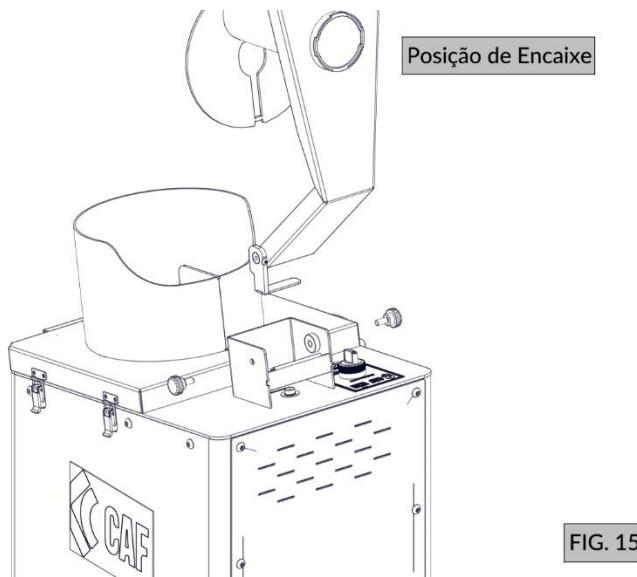

FIG. 15
6. Para montar novamente o processador, basta seguir a ordem inversa do desmonte. O único detalhe a ser observado é que o braço empurrador deve sempre ser colocado na posição vertical (FIG. 15); caso contrário, não será possível montá-lo.